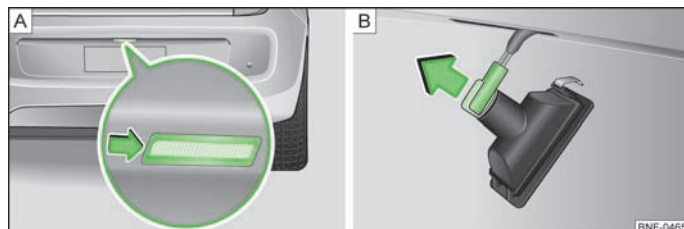

Fig. 123 Remplacement de l'ampoule de l'éclairage de la plaque d'immatriculation
- Insérez un objet fin adapté, par ex. un tournevis, dans l'évidement dans la zone de la flèche, et faites levier avec précaution sur la lampe de l'éclairage de la plaque d'immatriculation et retirez ce dernier du pare-chocs » fig. 123 - [A].
- Faites tourner la douille de l'ampoule **en sens antihoraire** et la faire sortir dans le sens de la flèche » fig. 123 - [B].